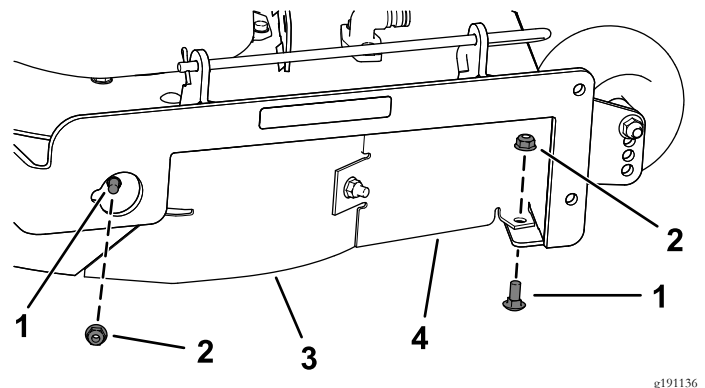

Figura 29
7. Remova os dois parafusos de carroçaria (5/16 x 3/4 pol.) e as duas porcas de bloqueio (5/16 pol.) que prendem o abafador direito e a proteção do abafador à plataforma do cortador (Figura 29).